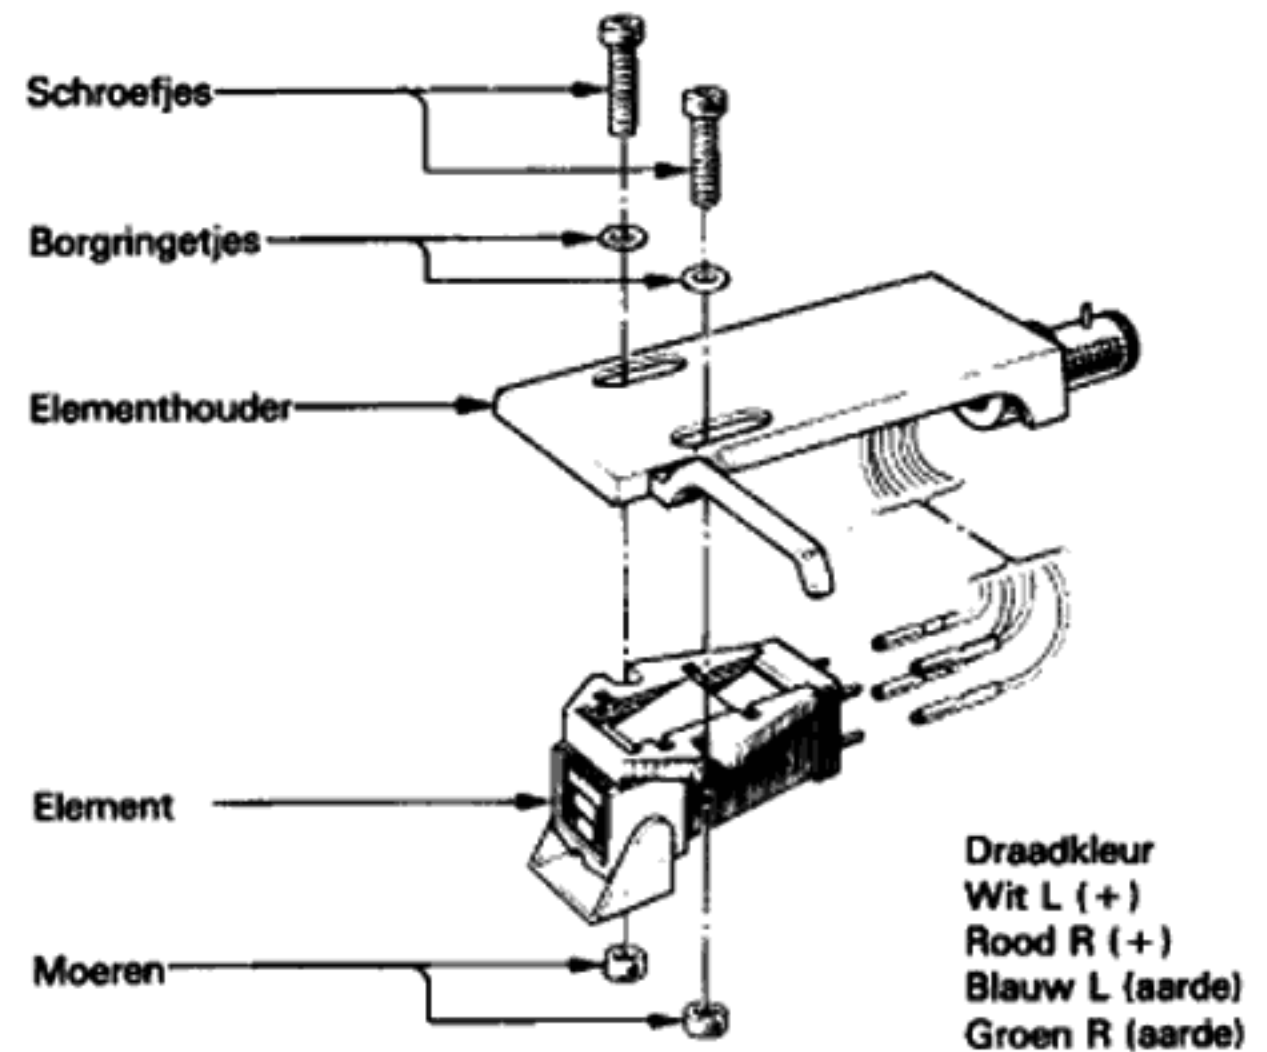

Fig. 10
1. Sluit de aansluitingen van de aansluitdraden voorzichtig aan op de overeenkomstige pennen van het element. Zie Fig. 10 voor de kleurcode. Gebruik een klein tangetje of een pincet om de busjes op de pennen te schuiven.